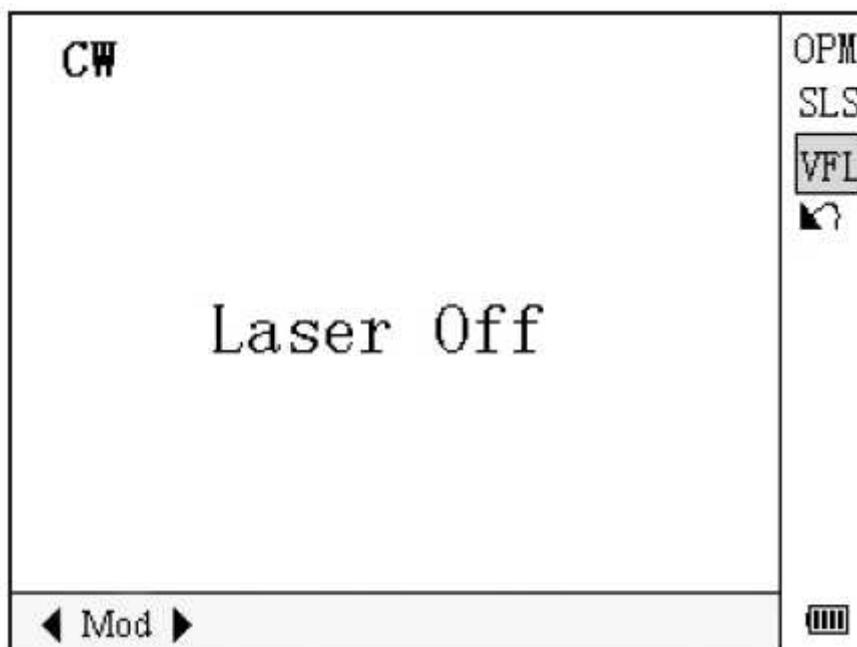

Рисунок 4-14. Визуализатор повреждений
1. Откройте интерфейс PM/LS, как описано в подразделе «Настройка параметра PM/LS (измеритель мощности, лазерный источник и VFL)» раздела 3. С помощью кнопок **▲** и **▼** выделите «VFL» и нажмите кнопку Enter для получения доступа к интерфейсу VFL (визуализатор повреждений) (рисунок 4-14).